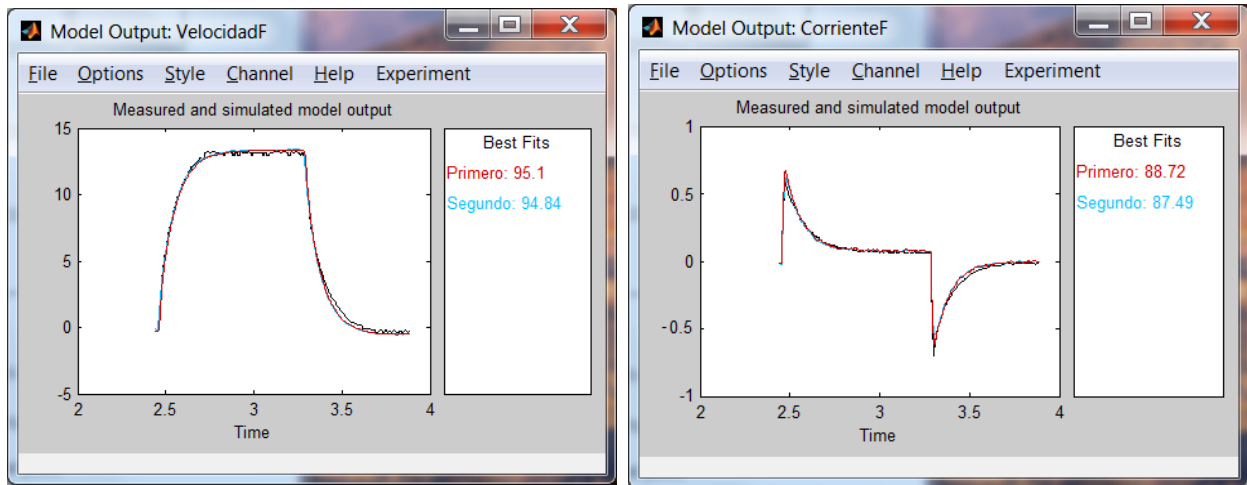

Figura 8: Comparación de modelos con *Model output*
Paso 7) Para validar nuestros modelos obtenidos, podemos comparar su salida ante el estímulo original del experimento seleccionando la opción *Model output* que nos presenta el porcentaje de aproximación entre nuestro modelo y la respuesta original. Como puede observarse en la figura 8, para la salida **Velocidad**, el modelo **Primero** posee la mejor aproximación a los datos